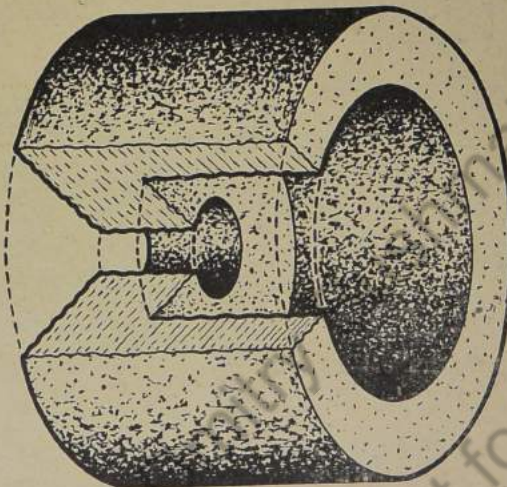

Bild 125: Schmirgel-Topscheibe
2. Kupplungsfläche unter Verwendung eines Drehbank-Schleifmotors oder einer Elektro-Handbohrmaschine und einer Schmirgel-Topscheibe (Bild 125) planschleifen. Tiefe Rillen sind vor dem Schleifen mit Drehstahl abzdrehen.